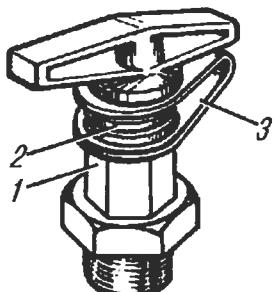

Рис. 78. Клапаны контрольного вывода:
**Клапаны контрольного вывода** (рис. 78) предназначены для определения выходных параметров давления воздуха по контурам с помощью контрольных манометров. Для подсоединения к клапану следует применять шланги с накидной гайкой M16x1,5 и манометры с пределом измерений 0–1000 кПа (0–10 кгс/см2) класса точности 1,5. Клапаны контрольного вывода установлены: